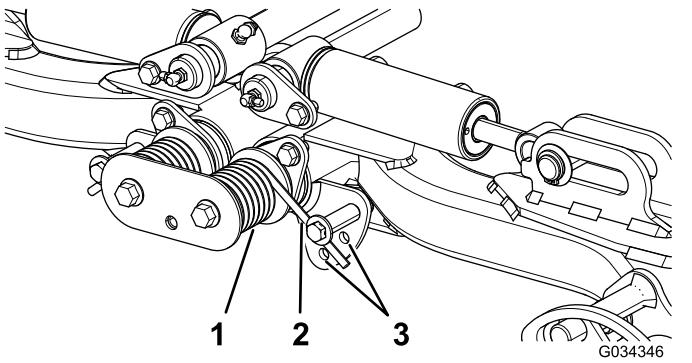

Figura 44
2. Infilate un tubo o un oggetto similare sull'estremità della molla lunga al fine di allentare la tensione della molla durante la messa a punto (Figura 44).
- Mentre allentate la tensione della molla, togliete il bullone e il dado di bloccaggio che fissano l'attuatore della molla alla staffa (Figura 44).